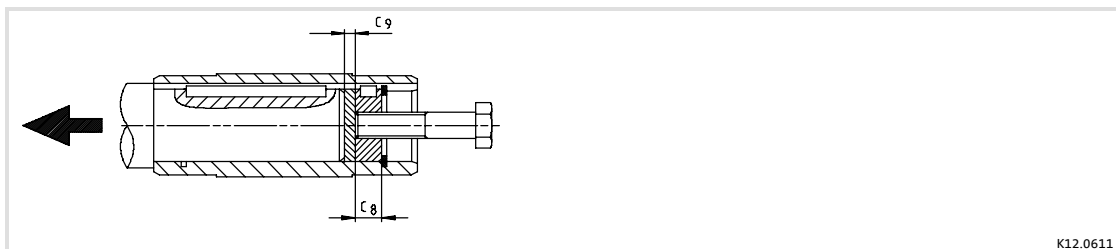

Abb. 4 Demontage von Getrieben mit Hohlwelle, mit Hilfswerkzeug; nicht für GKR
- Zur axialen Sicherung hat die Hohlwelle Sicherungsringnuten (Abb. 4). Die zur Fixierung der Welle erforderlichen Teile gehören nicht zum Lieferumfang.
2. Getriebe mit geeignetem Hilfswerkzeug von der Motorwelle abziehen (Abb. 4).